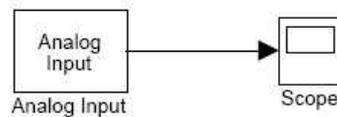

Figura 2.1: Estrutura em SIMULINK para a aquisição de sinais analógicos.
Para se fazer a aquisição de sinais analógicos, deve-se construir um diagrama de blocos em SIMULINK contendo os blocos mostrados na figura 2.1. O bloco `Analog Input` faz parte da biblioteca `Real-Time Windows Target` do SIMULINK. O bloco `Scope`, que faz parte da biblioteca `Sink` do SIMULINK, é utilizado apenas para a visualização do sinal de entrada e armazenamento dos pares ordenados tempo \times valor do sinal. Desta forma, este bloco não precisa, necessariamente, fazer parte do diagrama de blocos SIMULINK para aquisição de dados analógicos.
3. Construa um diagrama de blocos SIMULINK como o da figura 2.1, armazenando os valores obtidos ao final da aquisição na variável `tet`.